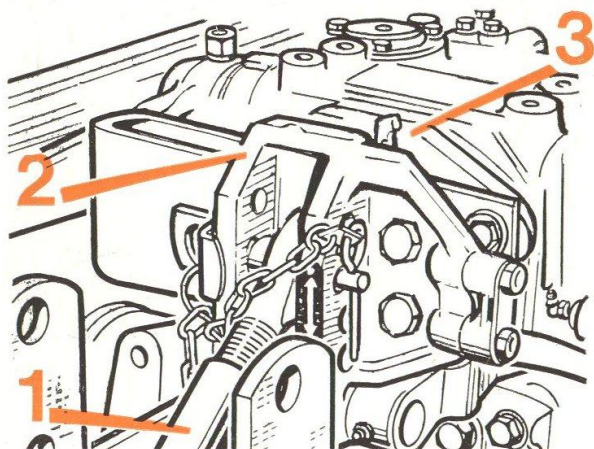

FIG. 44
- dans le 3^e trou pour les travaux lourds. Le coin de verrouillage (3 fig. 44) est libéré.